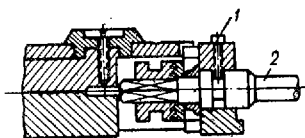
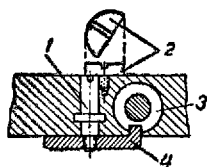

Рис. 138. Кріплення заводного вала гвинтом.
Рис. 139. Кріплення гвинтом перевідного важеля.
**Кріплення заводного вала.** На рис. 138 показано примітивне кріплення заводного вала 2 гвинтом 1, кінець якого входить у виточку вала. При цьому способі кріплення годинникареві потрібно звернути увагу на таке: головка прикрученого до відказу гвинта повинна щільно торкатися моста; кінчик гвинта повинен досить глибоко проникати у виточку вала, але не дотикатися «дна» виточки. Заводний вал з заводною головкою може загубитися, якщо гвинт слабо прикручений, при довільному відкручуванні гвинта перевідного важеля або при недосить глибокому його входженні у виточку. Цього можна уникнути, помістивши на міст барабана зрізаний збоку гвинт 2, показаний на рис. 139.